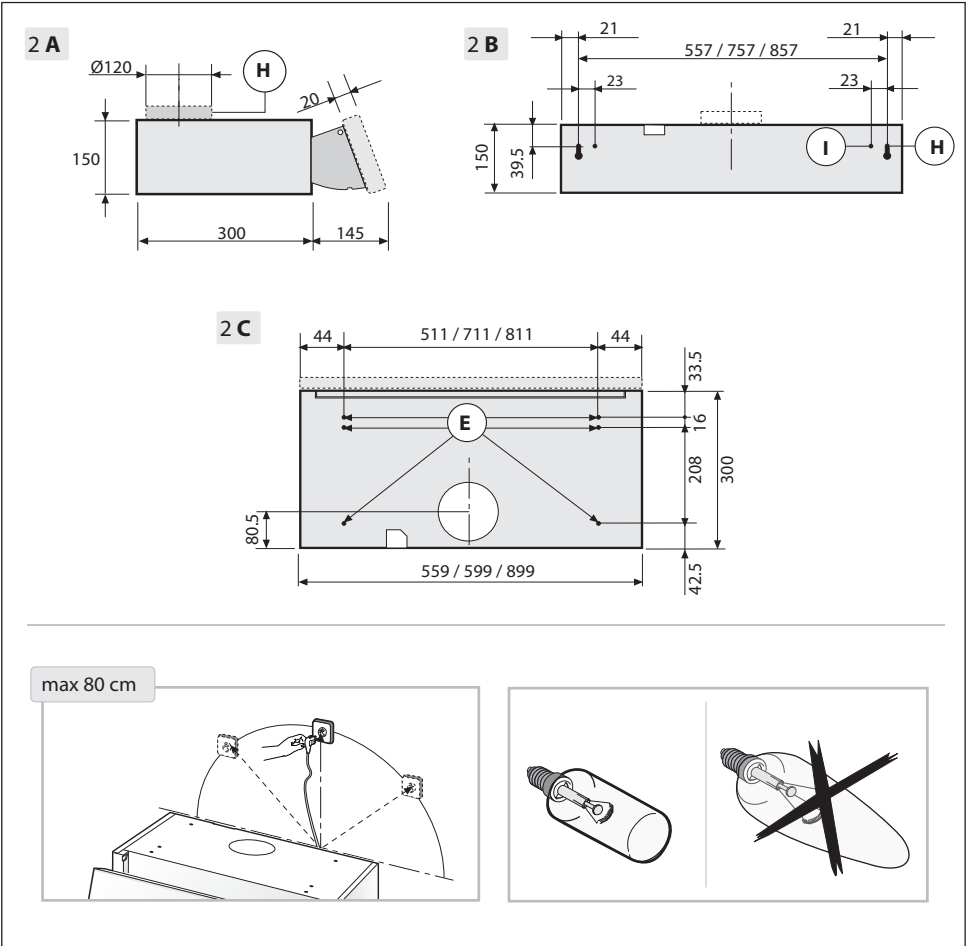

Fig.2
1. Montaggio della cappa nella parte inferiore del pensile (Fig.2)
- Effettuare 4 fori sul pensile rispettando le misure indicate nelle figure 2 **A-2 C**.
2. Montaggio della cappa alla parete (Fig.2).
- Effettuare 4 fori rispettando le misure indicate nelle figure 2 **A-2 B**.